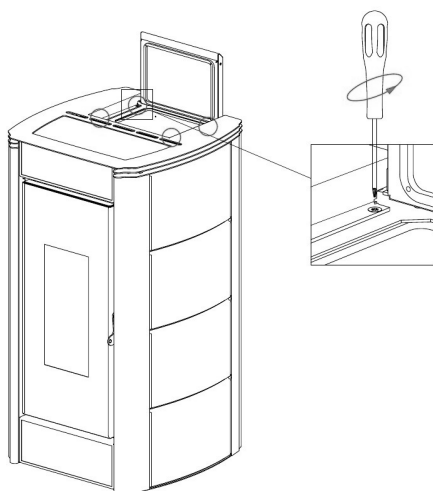

Fig. 33 - Entfernen der Schrauben
- Tür anheben, so dass die Stifte der Tür aus der Halterung an der Struktur gehoben werden (siehe **Fig. 33**).